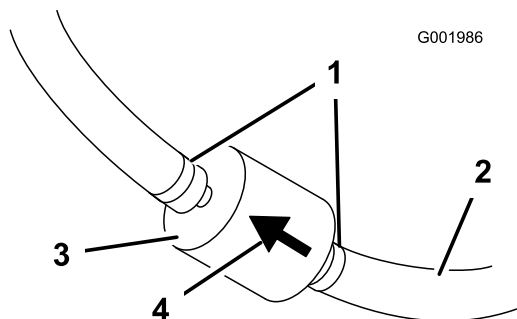

Figura 43
5. Aperte as pontas dos grampos da tubagem e afaste-as do filtro (Figura 43).